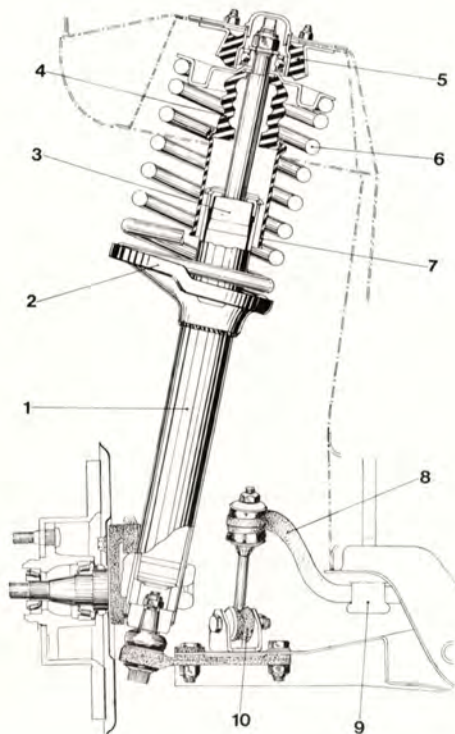

Bild 7-1. Framfjädring
Vagnen är försedd med skruvfjädrar vid både fram- och bakhjulen. I framvagnen, som är av typ McPherson, är hjulen individuellt fjädrande. Framfjädern (6 bild 7-1) stöder i nedre änden mot en platta fastsvetsad på fjäderbenet (1). Övre änden av fjädern vilar mot ett gummiupphängt lager (5) fastskruvat i hjulhuset. På stötdämparens kolvstång, vilken fungerar som övre styrning för fjäderbenet, finns en gummibuffert (4) för upptagande av ev. genomslag i fjäderringen.